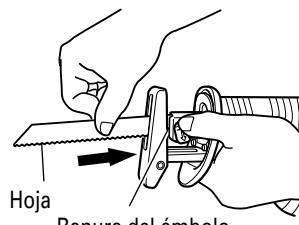
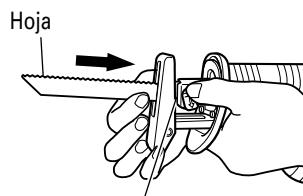

Fig. 7
Fig. 8
- (3) Inserte completamente la hoja de sierra en la hendidura pequeña de la punta del émbolo mediante el empuje de la palanca. Esta hoja puede montarse tanto en dirección ascendente como descendente. (Fig. 7, Fig. 8)